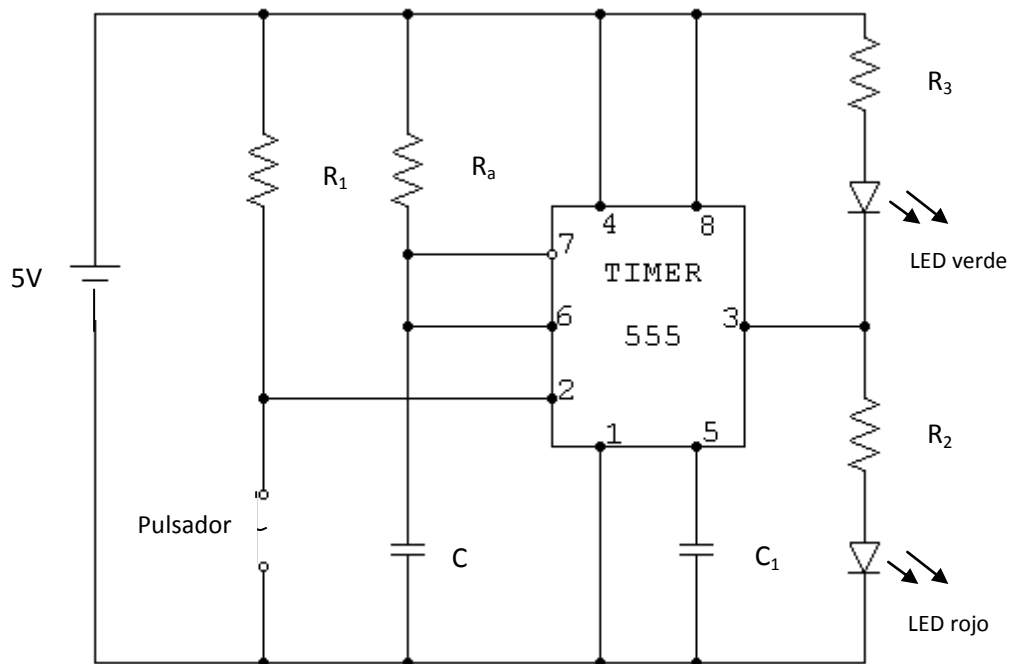

Figura 7.8
- Monta el circuito de la Figura 7.8.